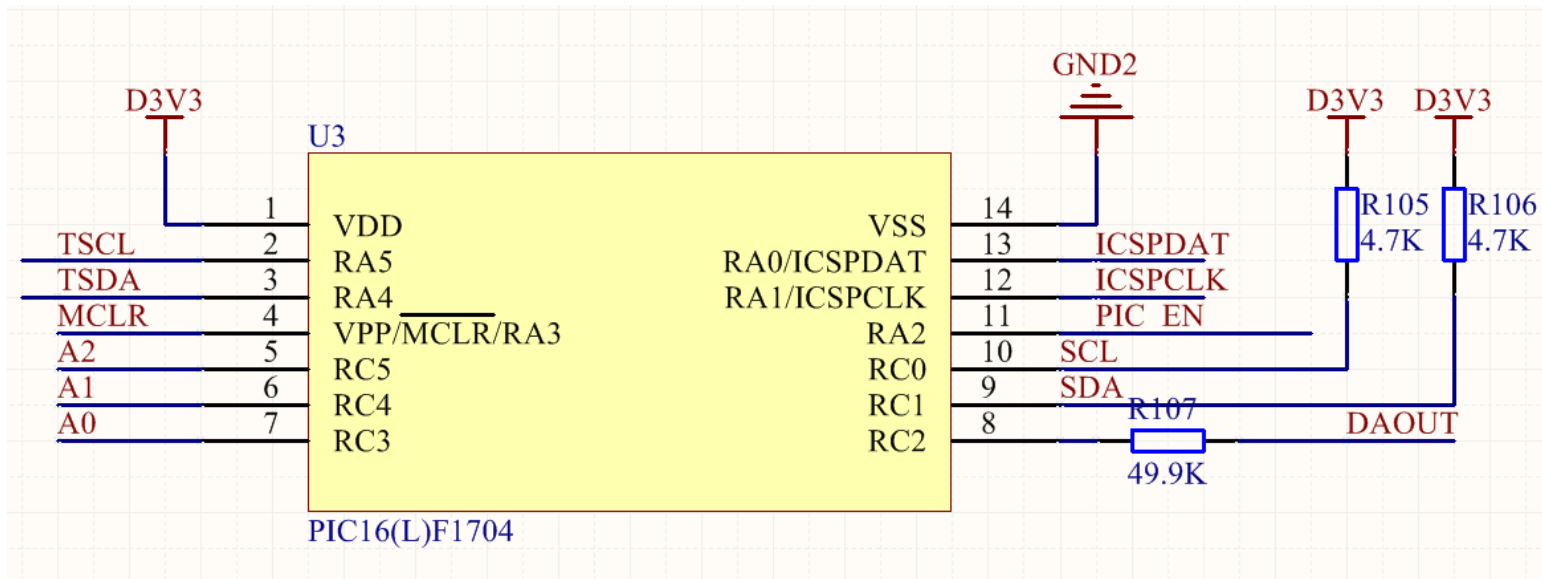
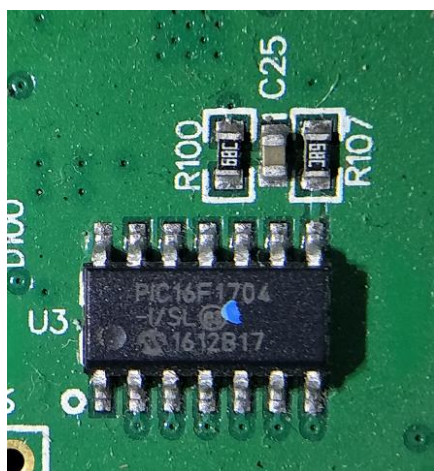

图 13、PIC 原理图
图 14、PIC 电路
5、DC-PIC：由 PIC16(L)F1704 组成。如图 13、图 14 所示：